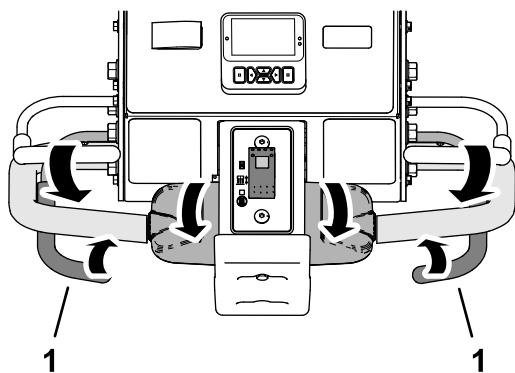

Figura 87
3. Stringete la barra di arieggiatura destra o sinistra (Figura 87).